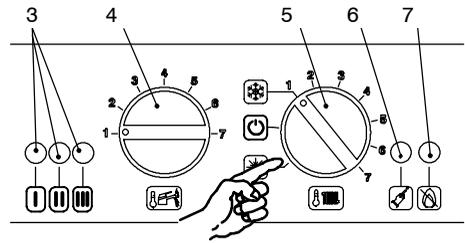
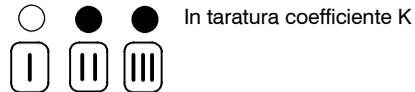
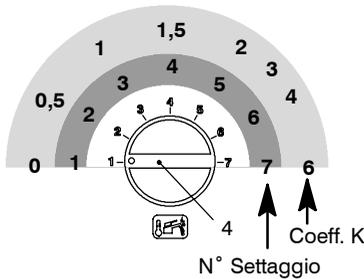
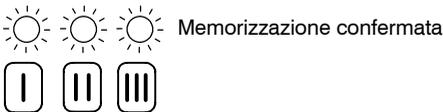

fig. 5.24
fig. 5.25
fig. 5.27
fig. 5.28
1 Alimentate elettricamente la caldaia azionando l'interruttore bipolare previsto nella installazione; la lampada di segnalazione 3 in fig. 5.24 lampeggia ogni 4 secondi.
- 2 Posizionare il selettore 5 come indicato in fig. 5.24; la lampada di segnalazione 3 lampeggia ad intermittenza circa ogni 2 secondi.
- 3 Tenere premuto il pulsante di ripristino 6 in fig. 5.24 per circa 10 secondi, la lampada di blocco 7 in fig. 5.24 inizierà a lampeggiare.
- 4 Per tarare il coefficiente K le spie di segnalazione 3 in fig. 5.24 devono essere visualizzate come in fig. 5.25 (legenda spie fig. 5.26)
- 5 Se non si visualizza questa sequenza premere il pulsante di ripristino 6 in fig. 5.24 tante volte fino alla visualizzazione (5 volte).
- 6 Per visualizzare il settaggio impostato tenere premuto il pulsante di ripristino 6 in fig. 5.24 per circa 5 secondi. Le spie di segnalazione 3 in fig. 5.24 lampeggeranno un numero di volte pari al settaggio (fig. 5.27)
- 7 Per cambiare il settaggio ruotare la manopola regolazione temperatura sanitari 4 in fig. 5.24 e posizionarla nel valore di **K** desiderato fig. 5.27 (nella figura es. manopola settata per **K1,5**), la lampada di segnalazione blocco 7 in fig. 5.24 lampeggia velocemente.
- 8 Per memorizzare il settaggio premere il pulsante di ripristino 6 in fig. 5.24 per circa 5 secondi, le spie di segnalazione 3 in fig. 5.24 lampeggiano tutte quante simultaneamente come in fig. 5.28 (legenda spie fig. 5.26)
- 9 Posizionare il selettore 5 come indicato in fig. 5.28 per uscire dalla programmazione.